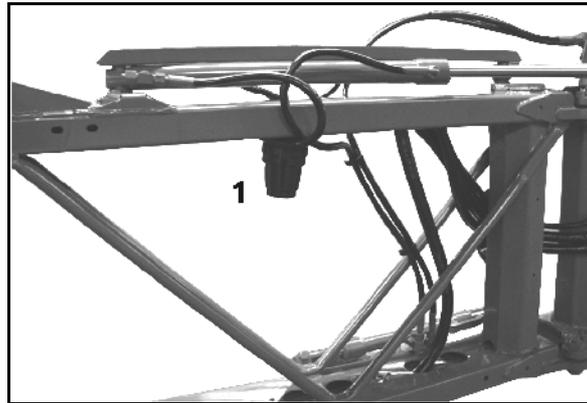

Fig. 152
- Rengør liniefiltrene (Fig. 152/1) hver 3. eller 4. måned – afhængigt af arbejdsforhold.